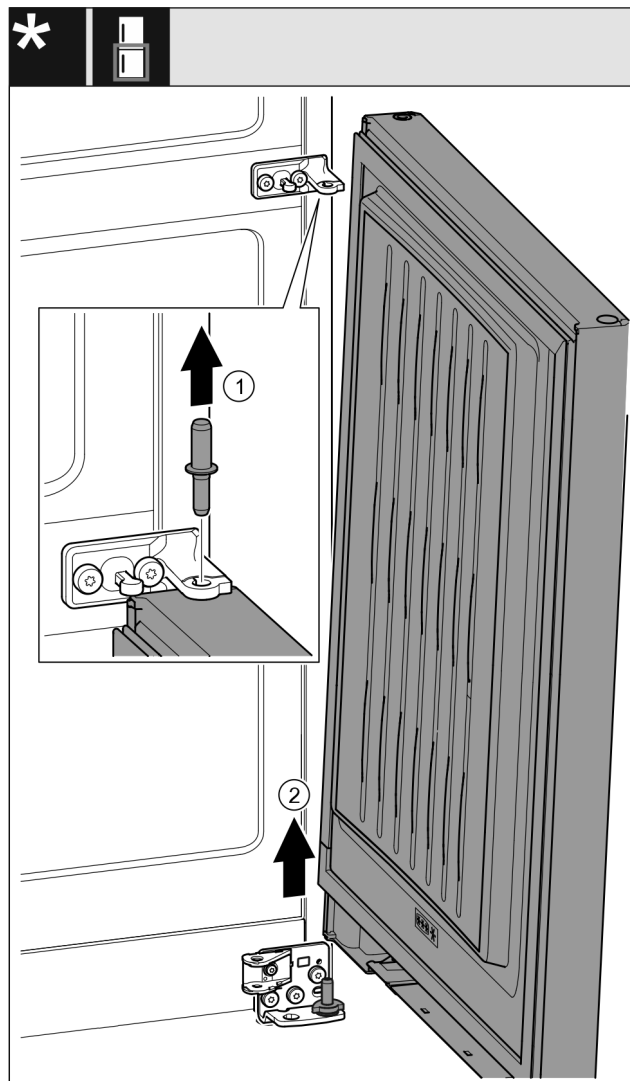

Fig. 25 *
- ▶ Čep Fig. 25 (1) vytáhněte nahoru.*
- ▶ Dveře Fig. 25 (2) kýváním vysadte a odložte stranou.*